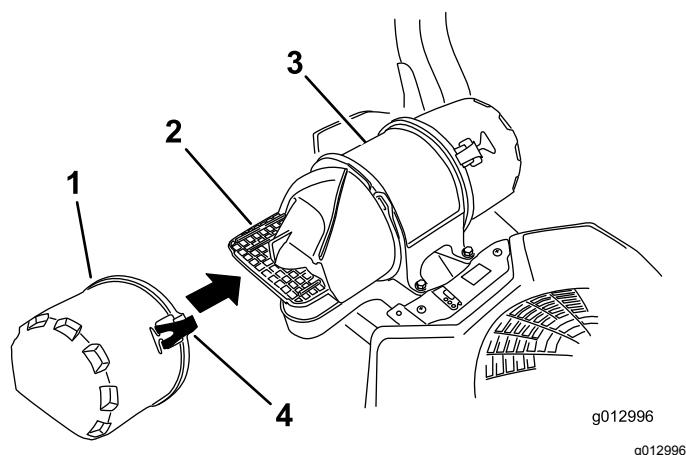

Figura 37
3. Abra los cierres del limpiador de aire y tire de la tapa de la entrada de aire para separarla del cuerpo del limpiador de aire (Figura 37).
5. Instale la tapa de la entrada de aire y sujétela con los enganches (Figura 37).